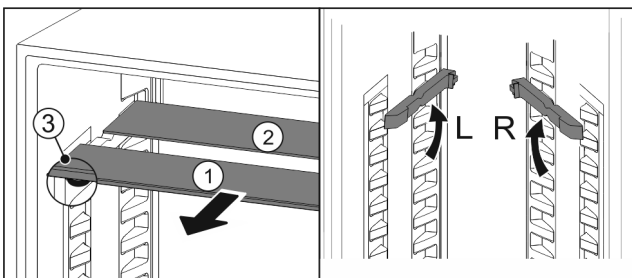

Fig. 100
- ▶ Glasplatten einzeln nach vorne herausziehen Fig. 100 (1).
- ▶ Glasplatte Fig. 100 (1) mit Zierleiste liegt vorne.
- ▶ Stopps Fig. 100 (3) zeigen nach unten.